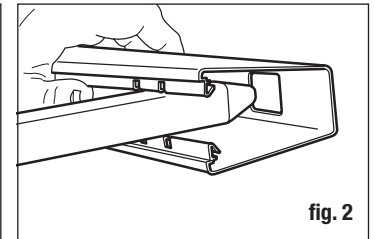

fig. 2
- Inserte una estaca en la estricción del pretil y prosiga a través del orificio recortado, como se muestra. **NO DESLICE PRESIONANDO PARA QUE QUEDE EN SU LUGAR** (fig. 2).
Como regla general, se inserta 1/3 del poste en el suelo. Verifica las regulaciones locales para cualquier requerimiento especial. La cerca será más fuerte si la profundidad de los postes de los extremos, las esquinas y la puerta es 15.2 cm mayor que la de los otros postes. Con un cavador de hoyos de poste o una barrena eléctrica, cava hoyos de 25.4 cm a 30.5 cm de diámetro, con 15.2 cm más de la profundidad necesaria. Rellena el fondo de los hoyos con 15.2 cm de grava para drenar el agua de la parte inferior de los postes (fig. 2). Ten en cuenta la altura de los paneles de la cerca cuando cava los hoyos de los postes.